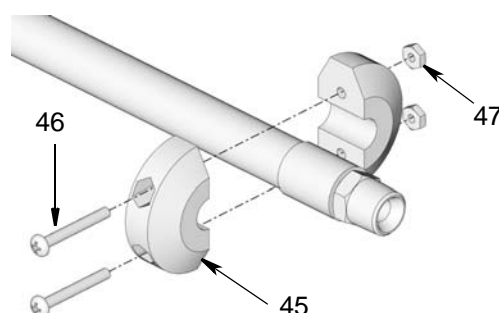

Рис. 18
- Снимите раздаточный клапан, гайки (47), винты (46) и шаровой ограничитель (45) с конца шланга (Рис. 18).
4. Снимите раздаточный клапан, гайки (47), винты (46) и шаровой ограничитель (45) с конца шланга (Рис. 18). Установите заглушку на конце шланга (в случае необходимости), чтобы предотвратить вытекание жидкости.